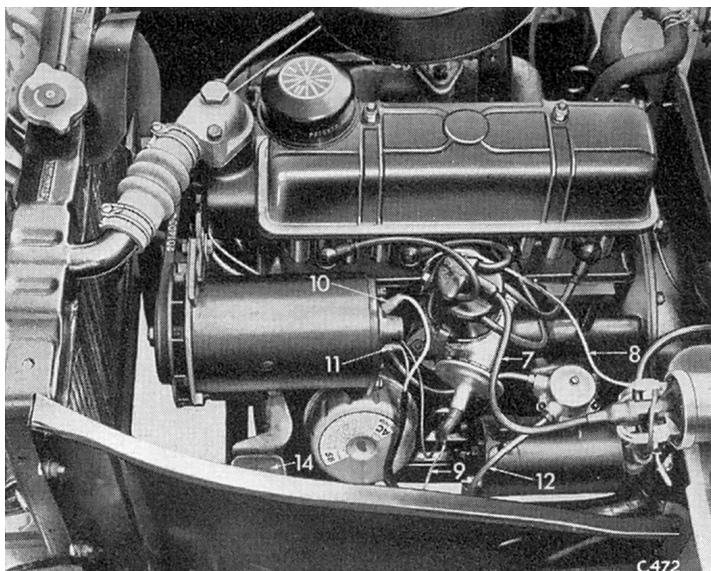

Fig. 13. Vue du côté gauche du moteur
Se référer à la Fig. 13 et déconnecter côté gauche :
- Les supports avant du moteur (14) Fig. 13.
- Les supports de montage avant (14) Fig. 13.
- La conduite d'essence à la pompe (12) Fig. 13.
- Le câble à la bobine (7 et 8) et les câbles "D" et "F" à la dynamo (10 et 11) (Fig. 13).
- Le câble de l'interrupteur de pression d'huile (9) (Fig. 13).